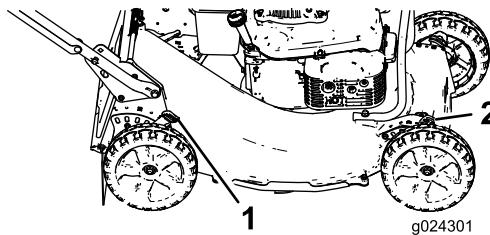

Figura 13
1. Tire de la palanca de altura de corte hacia la rueda (Figura 13) y muévala a la posición deseada.